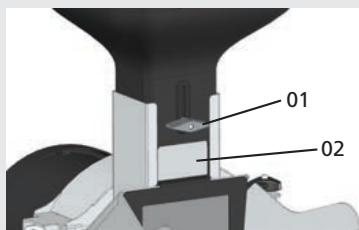

Fig. 07
Solte a borboleta (1), [Fig. 07], localizada na lateral do funil. Com o regulador (2), [Fig. 07] solto, faça a regulagem deslocando para cima caso necessite de uma abertura maior ou deslocando para baixo caso necessitar de uma abertura menor. Após a regulagem aperte a borboleta (1), [Fig. 07].